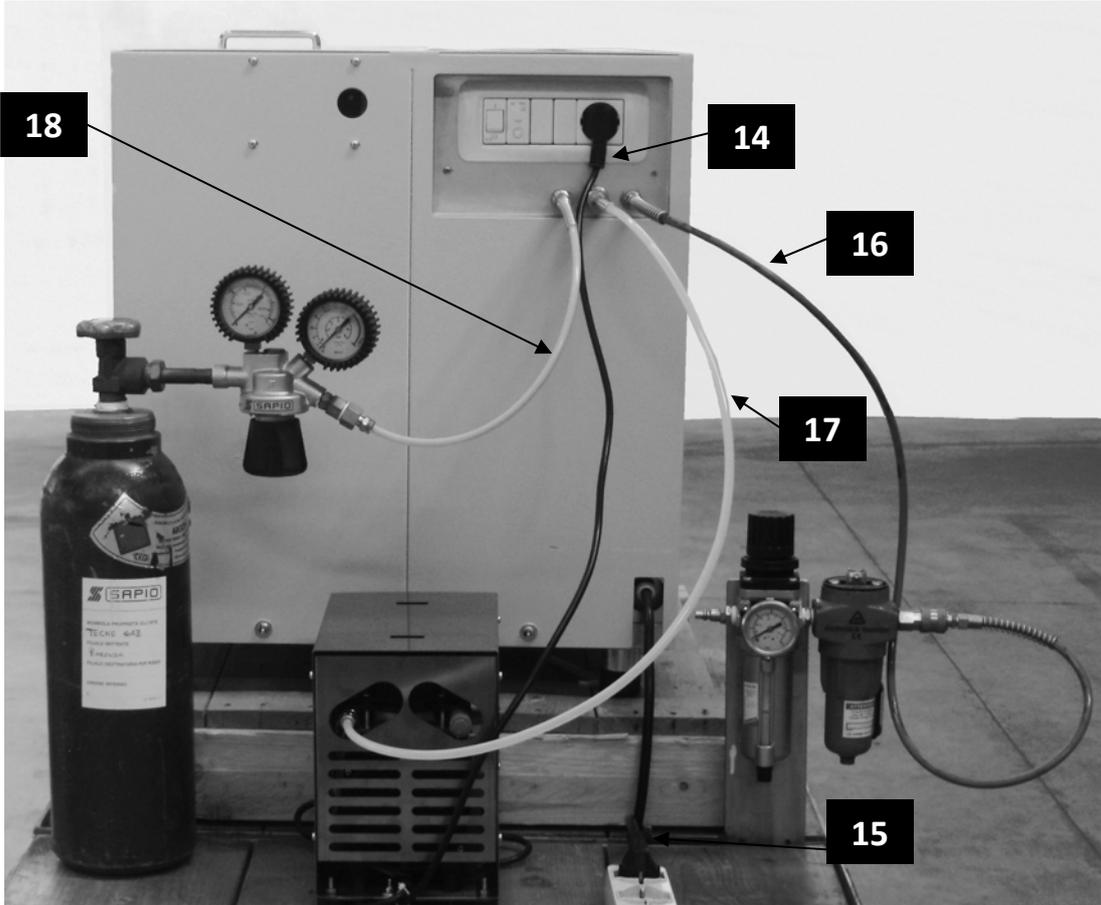
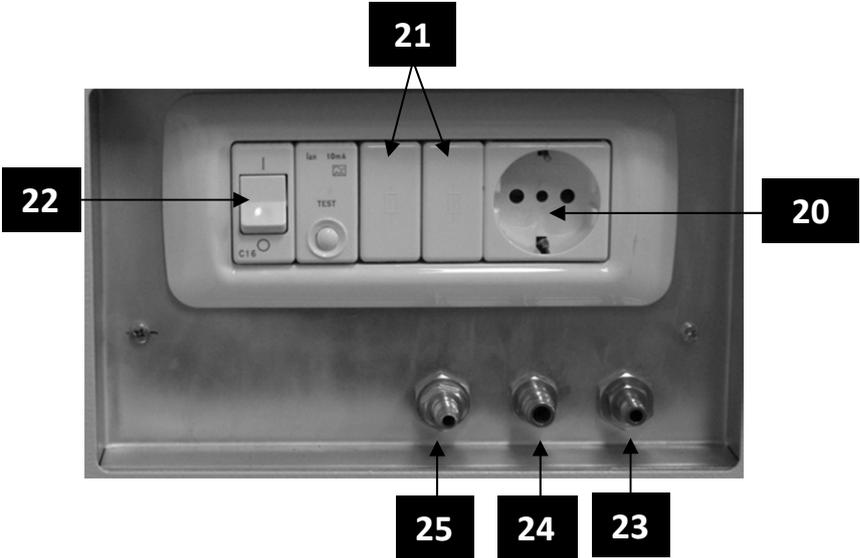

Fig. 2
Fig. 3
Il cavo per l'alimentazione elettrica (Pos.15, Fig.2)
Il tubo per il collegamento all'aria compressa (Pos.16, Fig.2)
Il tubo per il collegamento con la pompa del vuoto (Pos.17, Fig.2)
Il tubo per il collegamento con la bombola del gas argon (Pos.18, Fig.2)
La presa per l'alimentazione della pompa del vuoto con le relative protezioni (Pos.20, Fig.3).
L'interruttore generale con il salvavita (Pos.22, Fig.3).
Controllare che l'interruttore generale (Pos.22, Fig. 3) sia in posizione "0" (spento); inserire la spina di alimentazione (Pos.15, Fig.2) in una presa di corrente avente le seguenti caratteristiche:
quindi inserire l'innesto rapido femmina di detto tubo (Pos.16, Fig.2) nell'innesto maschio (Pos. 23, Fig.3) .
4) Collegare il tubo bianco ( P0s.17, Fig.2 )al raccordo di aspirazione della pompa vuoto e l'innesto rapido femmina all'innesto maschio (Pos. 24, Fig.3) .
5) Inserire la spina della pompa del vuoto (Pos.14 , Fig.2)) nella presa posta sulla fonditrice (Pos. 20, Fig.3).
6) Se previsto il funzionamento con gas argon, collegare il tubo giallo (Pos. 18, Fig. 2) al riduttore di pressione della bombola gas ARGON e impostare una pressione di 3 Bar, quindi inserire l'innesto rapido femmina del tubo nell'innesto maschio (Pos.25, fig.3).
Eseguiti i collegamenti come da Fig.2-3, controllare che lo sportello superiore ed il coperchio forno siano aperti, quindi, azionare l'interruttore generale (Pos.22, Fig.3).